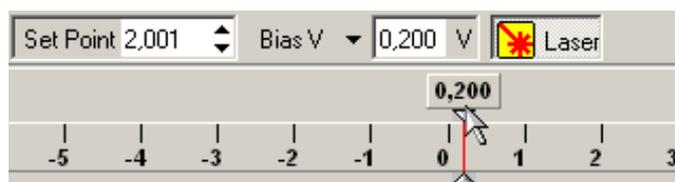

Рис. 6-33. Панель основных операций
1. Перейдите на вкладку **Scan** (кнопка **Scan** на панели основных операций) (Рис. 6-33).